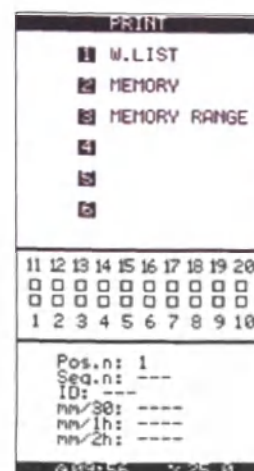

Рисунок 20
Находясь в главном меню, нажмите (4) для того чтобы войти в меню настроек принтера. На экране высветятся три доступные опции. (см. рисунок 20)